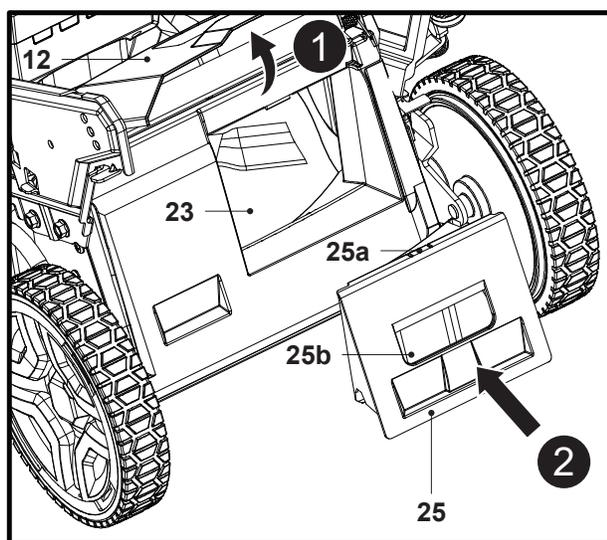

Fig. 14
**REMARQUE :** le mulching consiste à couper l'herbe et à rejeter l'herbe coupée sur la pelouse en une seule étape. L'herbe coupée est finement hachée, puis répartie uniformément sur la pelouse. Dans des conditions normales, l'herbe coupée se décompose rapidement, apportant ainsi des nutriments à la pelouse. Ne pas fixer le bac de ramassage (22) et l'obturateur mulching (25) en même temps.
1. Ouvrir le déflecteur (12), maintenir la poignée encastrée (25b) et insérer l'obturateur mulching (25) dans la goulotte d'éjection arrière (23) (Fig. 14). S'assurer que le loquet de verrouillage (25a) s'enclenche dans la goulotte d'éjection arrière (23).